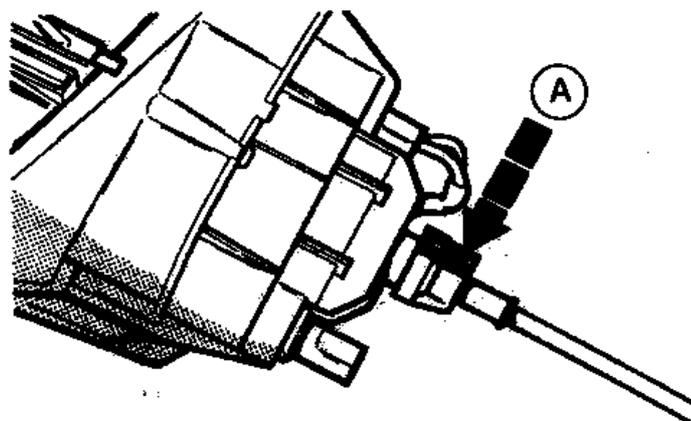

Рис.10.24. Сжатие гофрированных участков муфты троса спидометра (А) для его отсоединения (Разд.37)
8. Нажмите на гофрированные участки муфты троса спидометра, как показано на Рис.10.24, и отсоедините трос спидометра. Снимите приборный щиток.
3. Под щитком приборов нажмите на накатку муфты троса спидометра и извлеките трос из спидометра (Рис.10.24).